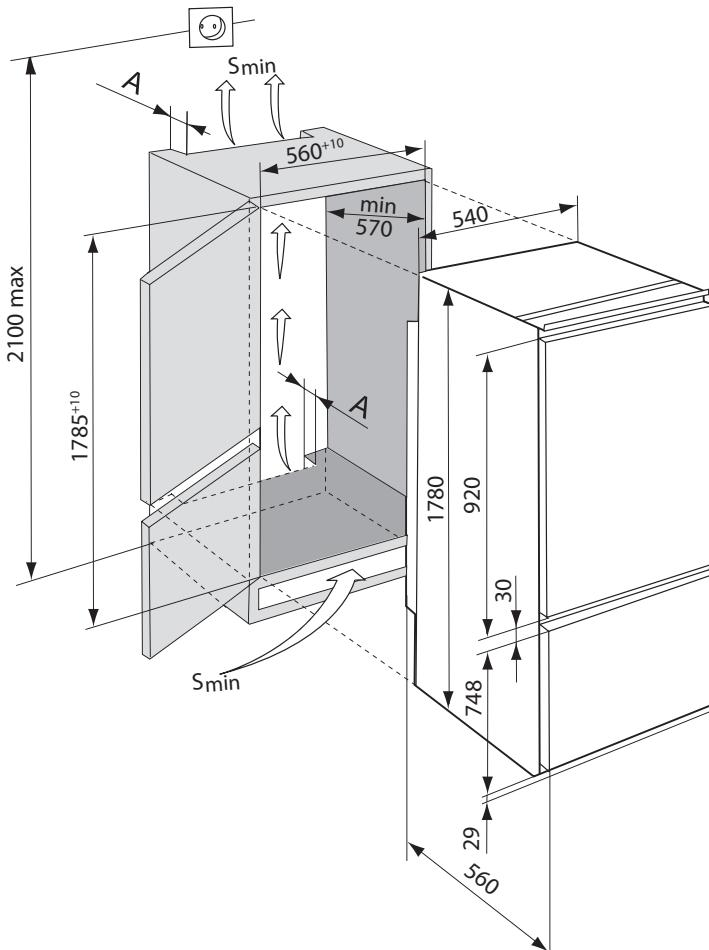

Figura 7 – Schema încorporării frigidерului în mobilier
2.1 Varianta de mobilier recomandată pentru încorporarea frigidерului este indicată în figura 7 (dimensiuni în mm).
ATENȚIE! Suprafața minimă (Smin) a canalelor de aer și deschizăturilor grilei decorative trebuie să fie nu mai mică de 200 cm², și adâncimea deschizăturii A - nu mai mică de 50 mm, în conformitate cu figura 7.